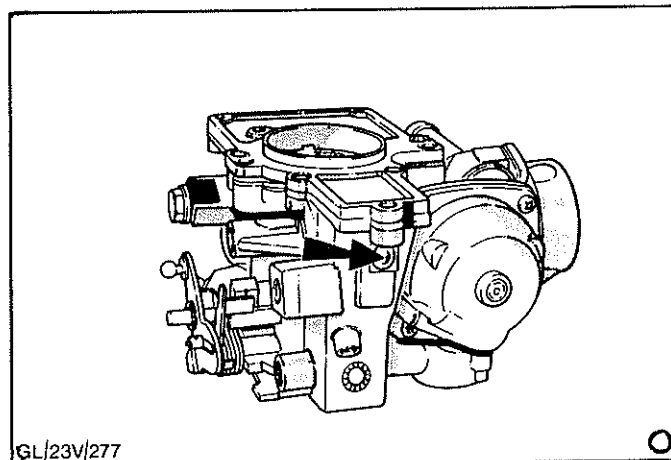

Abb.57 Blindstopfen, Düsenadel-Lufttrichtervalv
11. Neuer Blindstopfen in das Vergasergehäuse einsetzen; Abb.57.